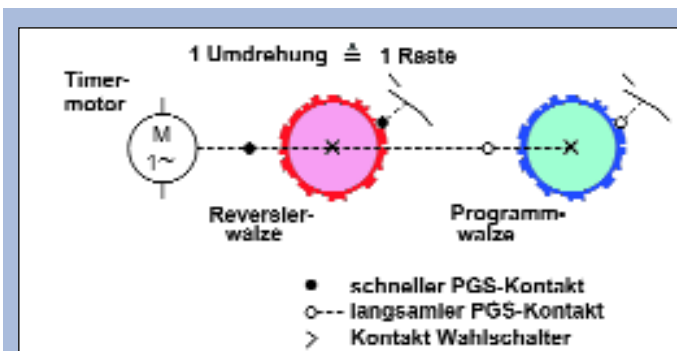

Bild 44: PGS mit zeitlicher Steuerung
• Zeitliches Weiterschalten: Die Reversierwalze befördert z.B. nach einer Umdrehung die Programmwalze eine Raste weiter (Bild 44).